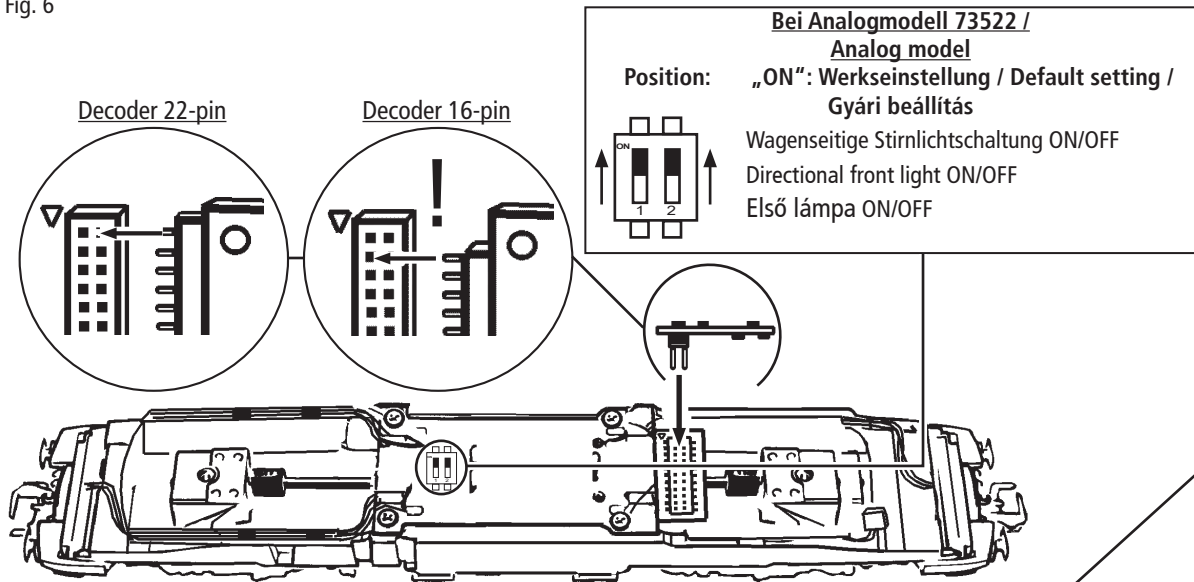

Fig. 8
3. Haftreifenwechsel: Zuerst den Getriebedeckel abnehmen (Fig. 8). Danach den **Radsatz** herausnehmen und die **Haftreifen** mit einer Nadel od. mit einem feinen Schraubendreher abziehen (Fig. 8). Beim Aufziehen der neuen Haftreifen darauf achten, dass diese sich nicht verdrehen.
3. Change of traction tyre: Remove the gear cover (fig. 8). Take out **wheel set** and remove **traction tyre** using a pin or a fine screwdriver (fig. 8). When pressing on the new traction tyre please **avoid twisting it**.